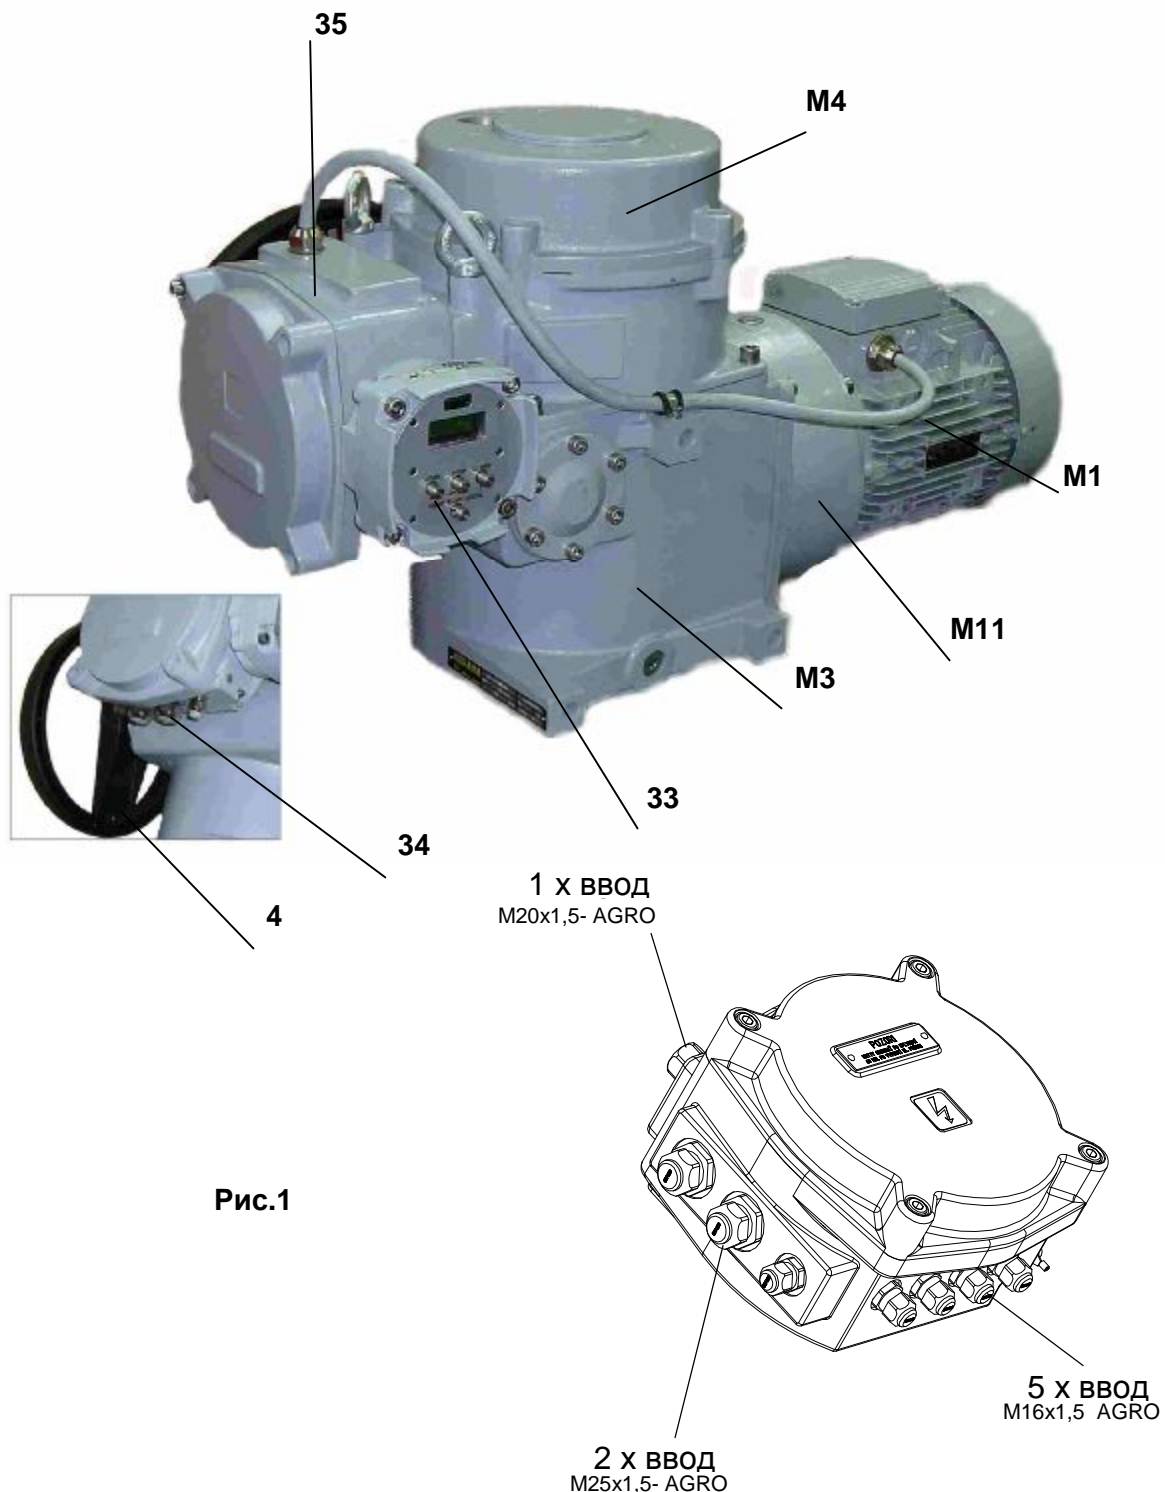
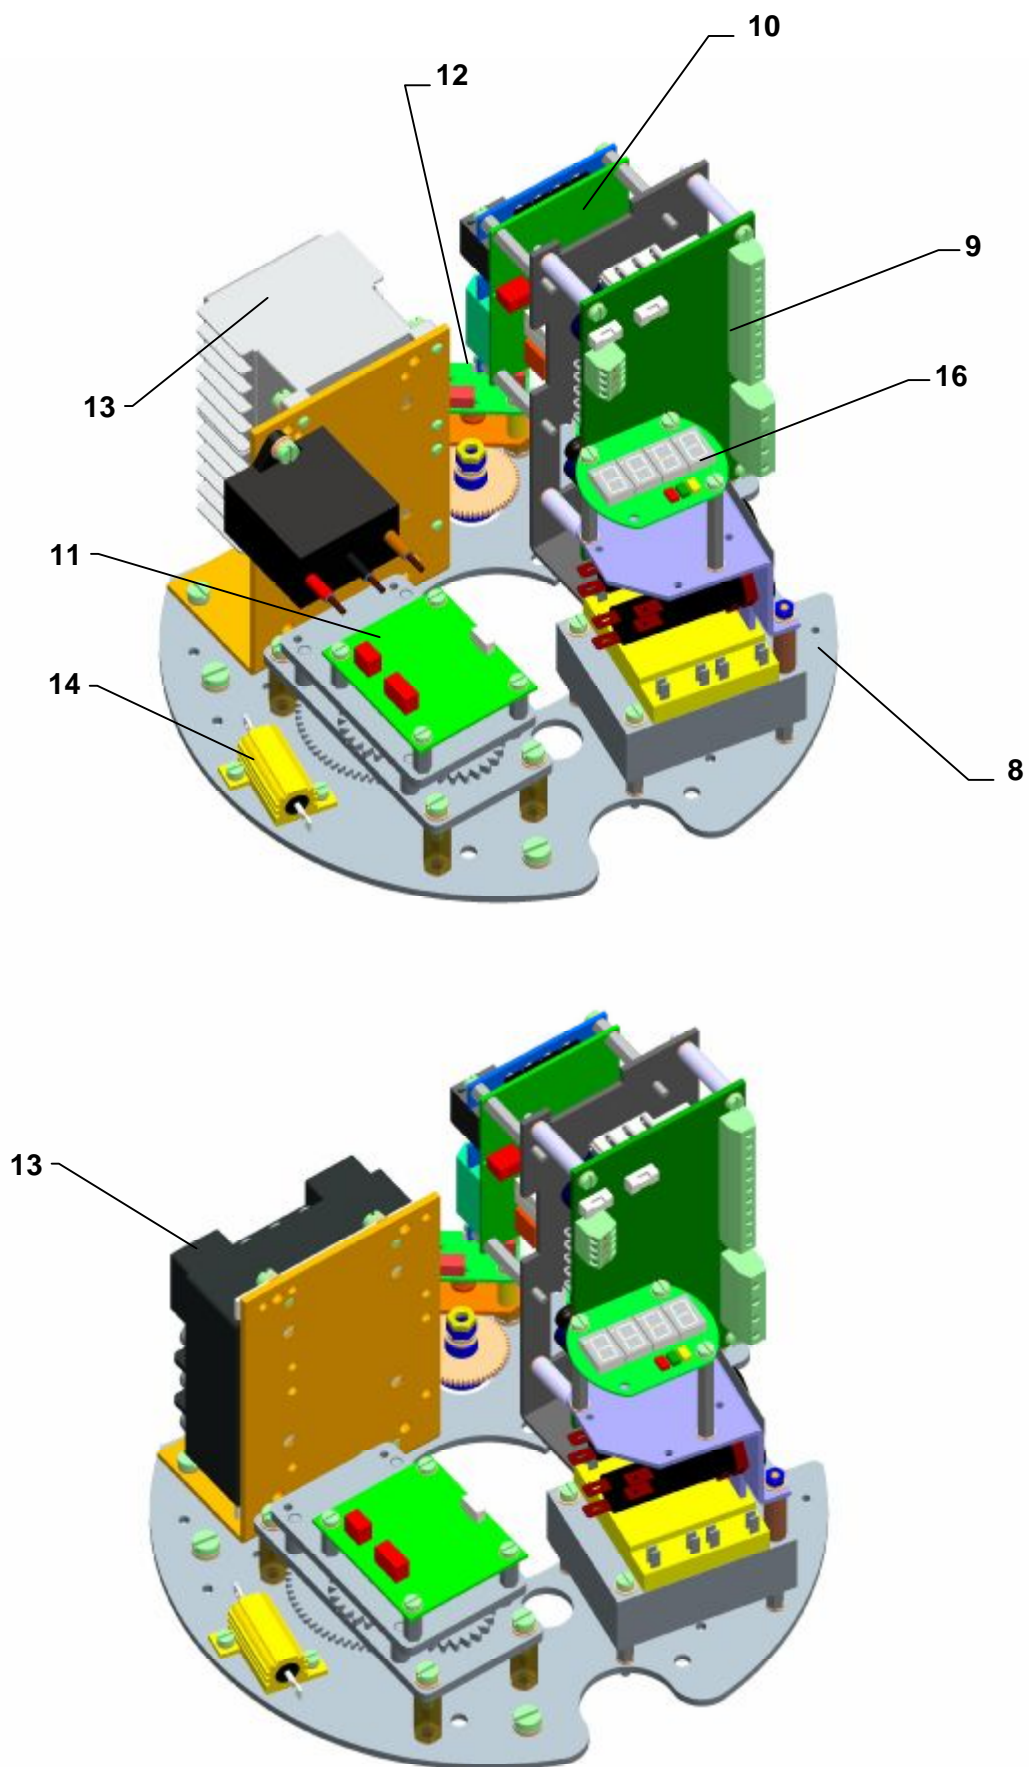

Рис.1
Рис.3 – MOR 3.XPA-Ex – трехфазная версия
ЭП MOR X.XPA-EX имеют компактную конструкцию с некоторыми присоединенными модулями. ЭП состоят из двух своими функциями отличающимися главных частей (**рис.1**):
**Модуль М4 – шкаф управления (рис. 1)**
Нижняя часть шкафа управления включает шкаф силовой передачи и создает несущую часть передачи управляющей плиты (Рис.3 и Рис.3а).
Рис.3а - MOR 5PA-Ex
#### **Основные части ЭП (Рис. 1, 2, 3, 3а):**
Приводная часть ЭП – **электродвигатель (М1) (Рис.1)**, питаемый из **доски источника (9)**(рис.3,3а) и управляемый из **блока управления (10)**(рис.3,3а) электроники DMS3.
На доске управления (8) (рис.3,3а) установлено отопительный элемент (14) (рис.3,3а).
**Блок управления (10)** рис.3,3а) – главная часть системы DMS3 – содержит микропроцессор, 6 сигнальных LED ламп и 4 кнопки для простой настройки и контроля ЭП, коннекторы для подключения датчика и доски источника и коммуникационный коннектор (подключение PC компьютера для настройки и диагностики), 2 свободно программируемые реле R1 и R2, 1 реле READY и клеммы для электрического питания.
**Доска источника для трехфазной версии (9)** (рис 3,3а) – обеспечивает питание электроники и окзывает потребителю выходное напряжение 24В DC, макс. 100мА. Составной частью ресурсной доски являются пользовательское реле READY, от RE1 по RE5. Ресурсная доска обеспечивает выход на отопительное сопротивление, также и на катушку управления реверсивных контакторов, или бесконтактного выключателя двигателя. Содержит пользовательскую клеммную колодку и коннектор для присоединения к блоку управления.
**Блок съема положения (11)** (рис.3,3а) – обеспечивает бесконтактный магнетический съем положения выходного органа.
**Блок съема момента (12)** (рис.3,3а) – обеспечивает бесконтактный съем момента.
**LED дисплей (16)** (рис.3,3а) – предназначен для изображения моментального положения выходного органа ЭП, для отчета и изображения эвентуальных погрешностей, которые могут явиться во время работы ЭП. Сигнализация хода ЭП и ошибок индикуется и при помощи LED диод. LED дисплей применяется только в исполнениях ЭП без местного управления.
**Управление вручну** – создает его маховик с червячным приводом (рис. 1 поз. 4)..
- **Модуль местного электрического управления** с двухстрочным LCD дисплеем (рис. 1 поз. 33, или поз.7).